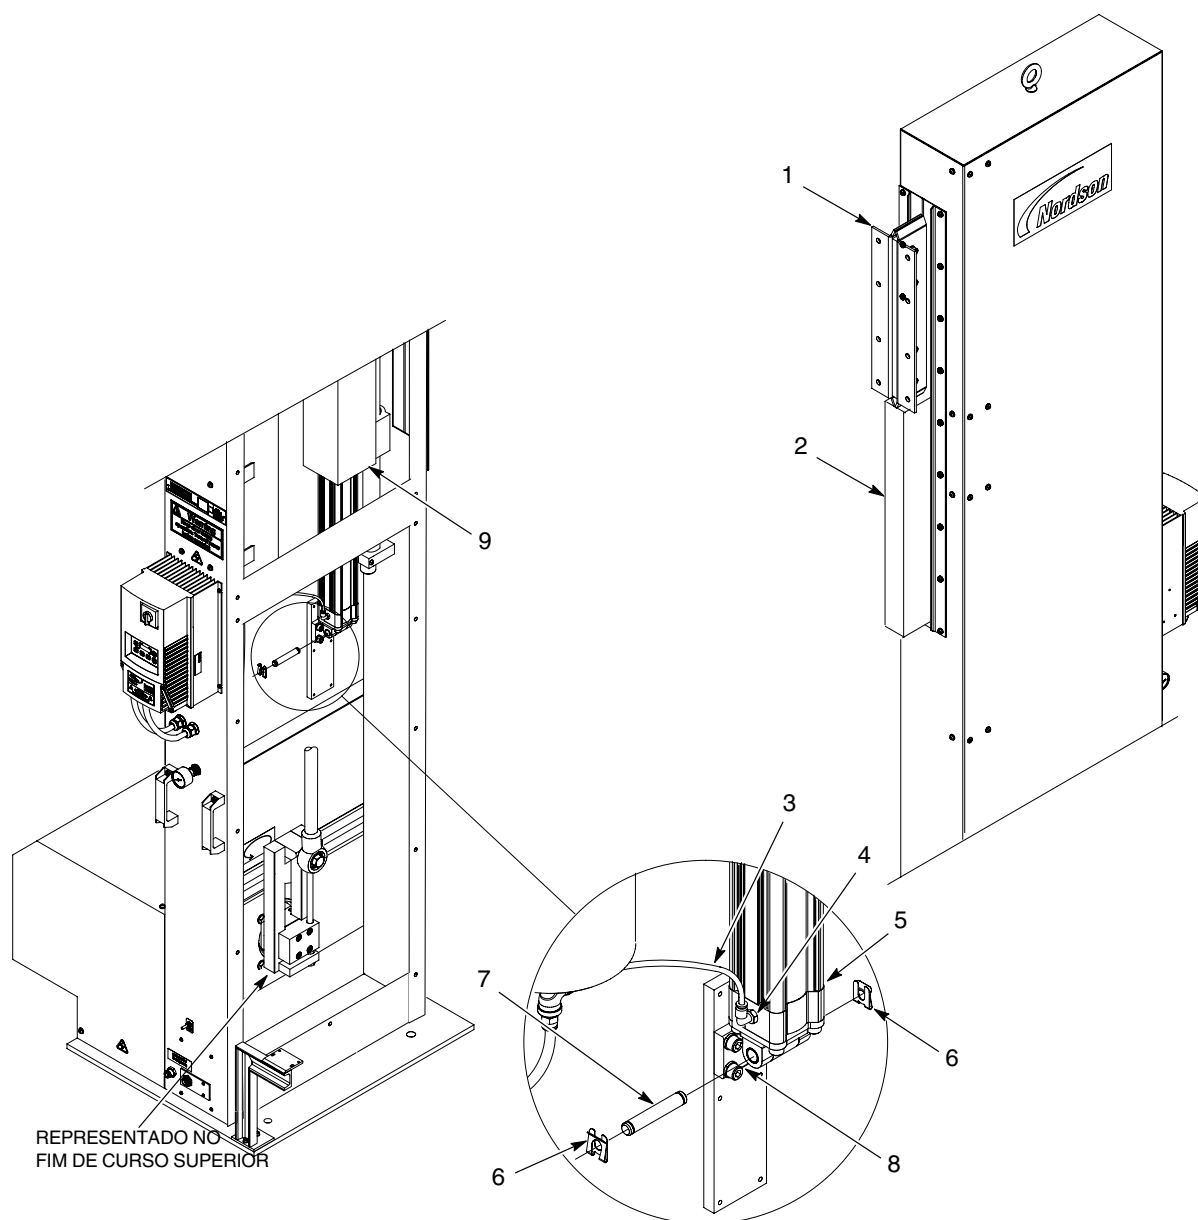

Figura 19 Montagem do cilindro pneumático
1. Consulte a figura 19. Desloque o carro de pistolas (1) para o fim de curso superior. Use um bloco (2), como ilustrado, para segurar o carro de pistolas (1).
2. Monte o cilindro pneumático no tubo de suporte do conjunto de apoio (9). Fixe o cilindro pneumático usando o pino (7) e os cliques (6).
3. Ligue a linha de ar (3) à união do cilindro pneumático (4).
4. Desloque o carro de pistolas (1) para o fim de curso inferior, retirando cuidadosamente o bloco (2). O carro de pistolas deve deslocar-se para baixo.
5. Monte o suporte da pistola na consola de suporte do carro de pistolas (1).
4. Retire os cliques (6) e o pino (7) que seguram o cilindro pneumático (5) ao suporte (8). Remova o cilindro pneumático do tubo de suporte do conjunto de apoio (9).
- a. Remova a união (4), respiradouro (10), anilha (11), placa de suporte (12), e porca de segurança (13) do cilindro pneumático velho.
6. Monte o cilindro pneumático (5) novo no tubo de suporte do conjunto de apoio (9). Fixe o cilindro pneumático usando o pino (7) e os cliques (6).
7. Ligue a linha de ar (3) à união do cilindro pneumático (4).
8. Consulte a figura 19. Desloque o carro de pistolas (1) para o fim de curso inferior, retirando cuidadosamente o bloco (2). O carro de pistolas deve deslocar-se para baixo.